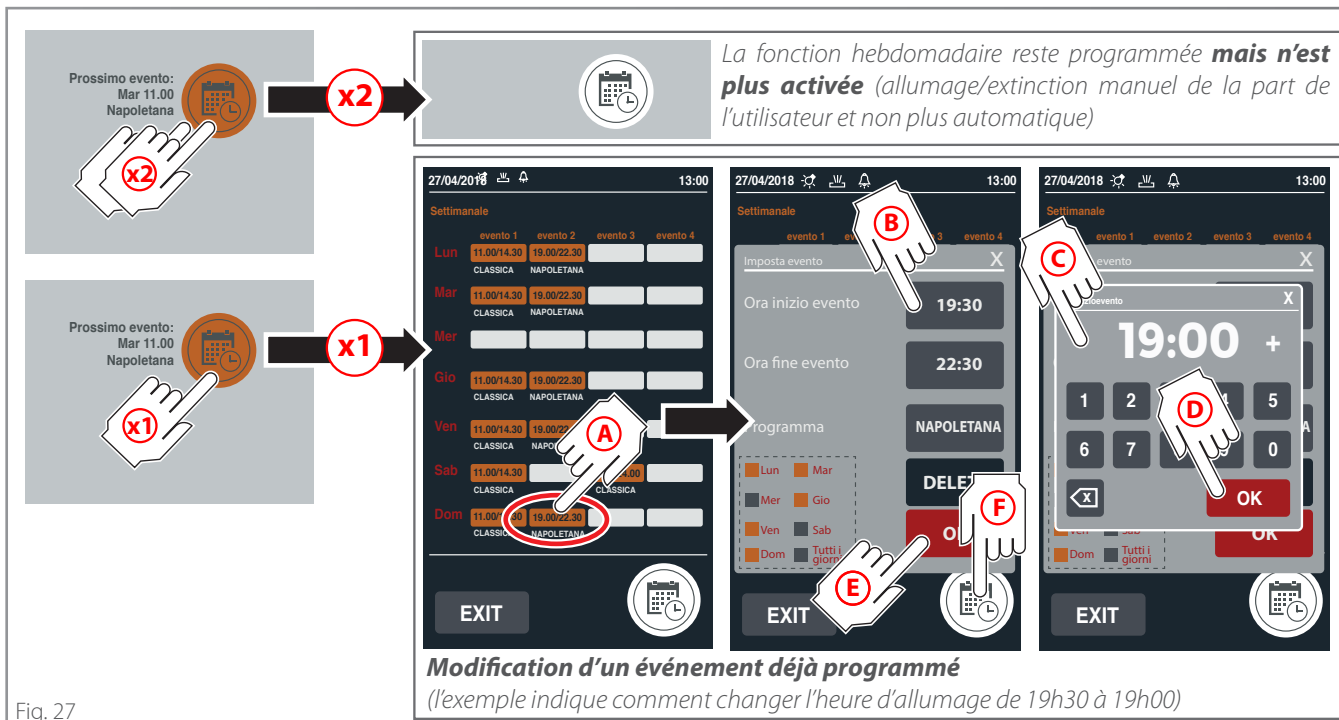

Fig. 27
► Fig. 27
Pour **annuler** toute la programmation (allumage et extinction manuel de la part de l'utilisateur et non plus automatique), consultez la figure ► **Fig. 27** (x2)
Pour **modifier** un événement, consultez la figure ► **Fig. 27** (x1)